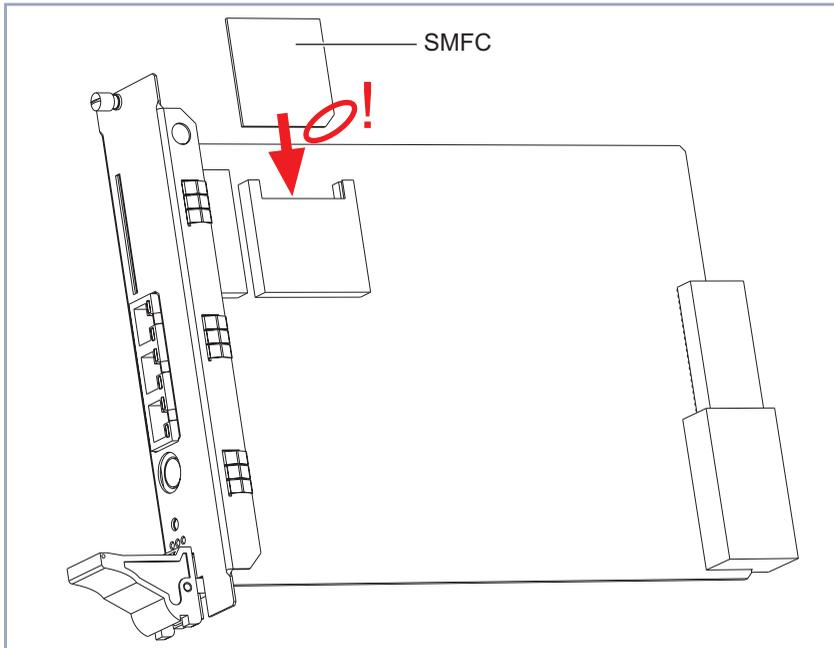

Bild 2-6: SMFC-Montage
- Installieren Sie die SMFC, wie in Bild 2-6, Seite 18 dargestellt.